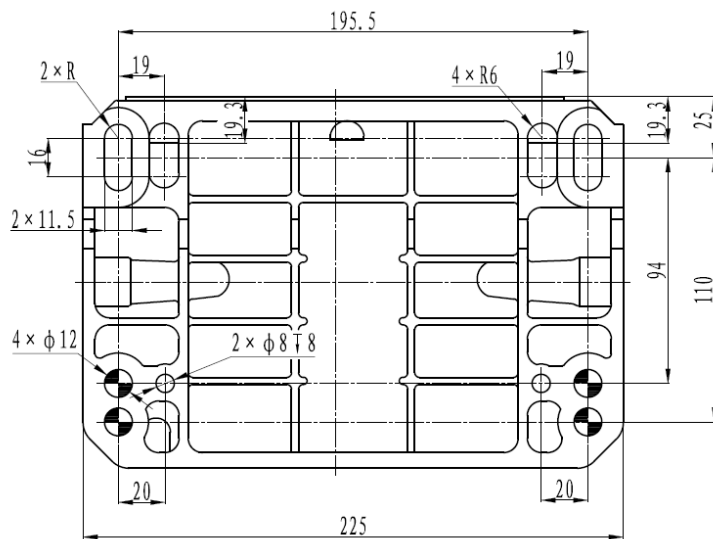
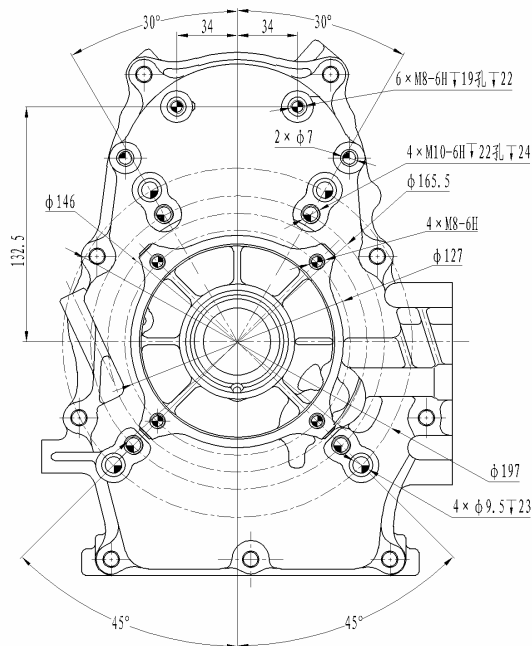

Рис. 10
Рис. 11
11.1 Посадочные размеры (См Рис. 10 и Рис.11)